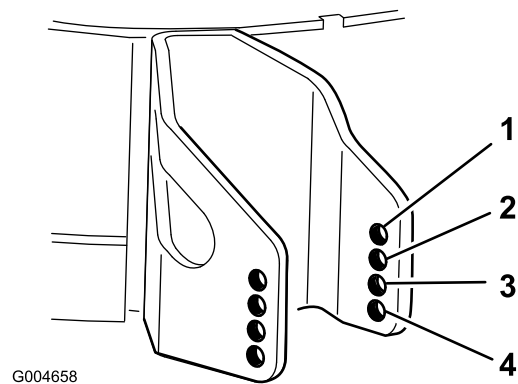

Figura 24
4. Seleccione el taladro que hará que el rodillo protector del césped esté lo más próximo posible a la altura de corte deseada (Figura 24).